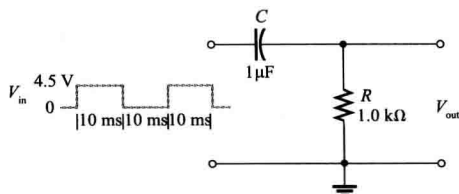

图 15-59
14. 画出图 15-59 中微分器的输出, 表明最大电压。